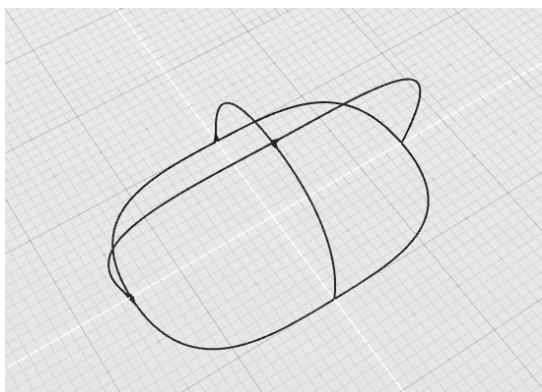

图 4-42 打开练习文件
1) 打开素材文件夹“练习（4.3.3）”中的 Evolve 文件，此文件中有 4 条曲线，如图 4-42 所示。